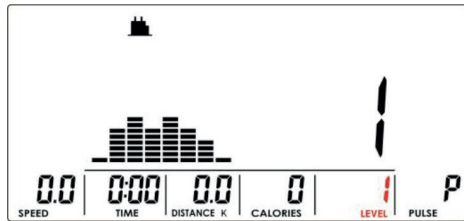

Abbildung 10
2. Verwenden Sie die UP / DOWN-Tasten, um den Lastpegel einzustellen (Abb. 10), Standardwert 1.